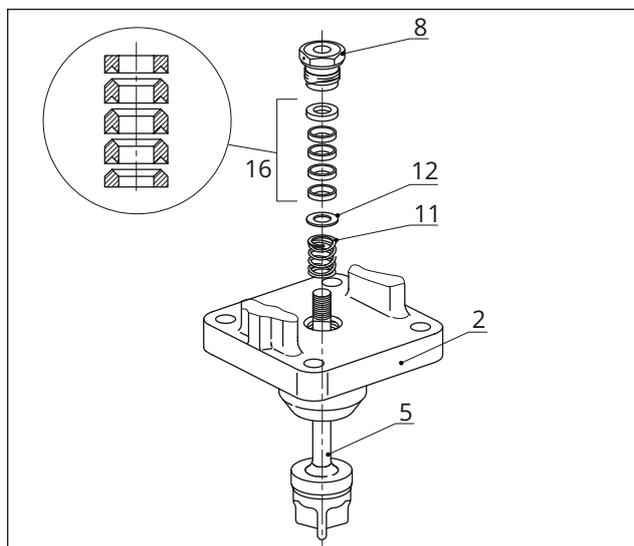
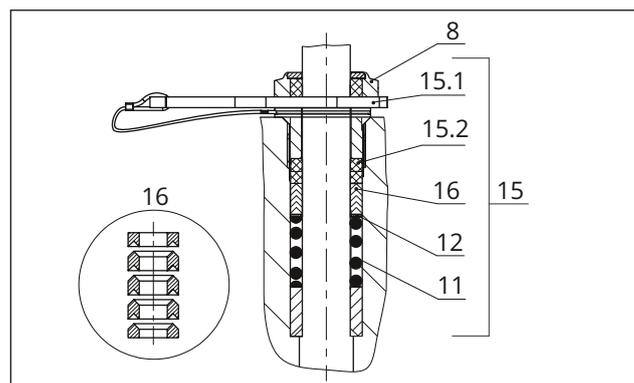

Fig. 30 : Garniture de presse-étoupe standard
Fig. 31 : Garniture ADSEAL
tige de clapet. Veiller à les remonter dans le bon ordre, cf. Fig. 30.
- Ressort (11)
- Rondelle plate (12)
- Bagues (16)
4. Insérer le disque d'écartement rouge (15.1) entre le fouloir (8) et la bague de retenue, cf. Fig. 31.
9. Insérer avec précaution les pièces du presse-étoupe dans son logement à l'aide d'un outil approprié en les faisant passer par-dessus l'extension de tige de clapet. Veiller à les remonter dans le bon ordre, cf. Fig. 30.
10. Fixer le chapeau de vanne à l'aide des vis (32) et écrous (33). Respecter les couples de serrage prescrits.
11. Visser le fouloir (8) jusqu'en butée. Respecter les couples de serrage prescrits.
12. Visser légèrement le contre-écrou (10) et l'écrou d'accouplement (9) sur la tige de clapet.
13. Placer la bride (2) sur le corps.
14. Insérer avec précaution les pièces du presse-étoupe dans leur logement à l'aide d'un outil approprié en les faisant passer par-dessus la tige de clapet. Respecter l'ordre de montage correct, cf. Fig. 30 et Fig. 31.
15. Enfoncer le clapet (5) dans le siège (4). Fixer alors la bride (2) à l'aide des écrous de corps (14). Serrer progressivement les écrous de corps en diagonale. Respecter les couples de serrage prescrits.
16. Visser le fouloir (8) jusqu'en butée. Respecter les couples de serrage prescrits.
17. Visser légèrement le contre-écrou (10) et l'écrou d'accouplement (9) sur la tige de clapet.